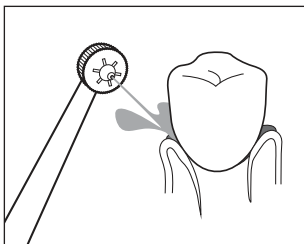
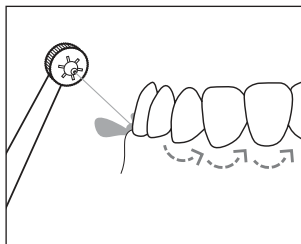

Fig. 8
Fig. 9
- Accendere il manico ④ quando si trova già in bocca per evitare che l'acqua schizzi in giro.
- ◆ Accendere il manico ④ portando l'interruttore on/off per il getto d'acqua I/O ③ situato sul manico ④ su I.
- ◆ Per pulire dirigere il getto d'acqua sugli spazi interdentali e sui bordi dei denti. Sostenere la testina ② in modo che il getto d'acqua possa lavare via i resti di cibo dalle gengive (vedere fig. 8). Spostare lentamente la testina ② lungo i bordi e da un interstizio all'altro (vedere fig. 9). Pulire in questo modo tutti lati interni ed esterni dei denti.